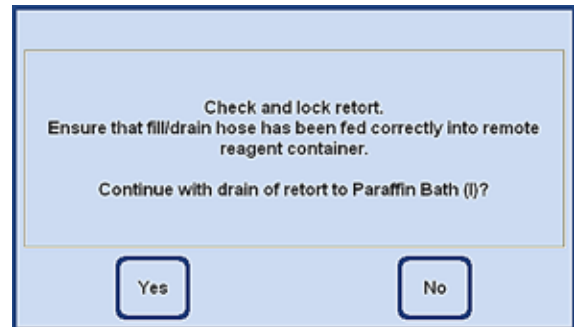

Fig. 184
- Următoarea solicitare de securitate trebuie să fie confirmată pentru a continua (Fig. 184).